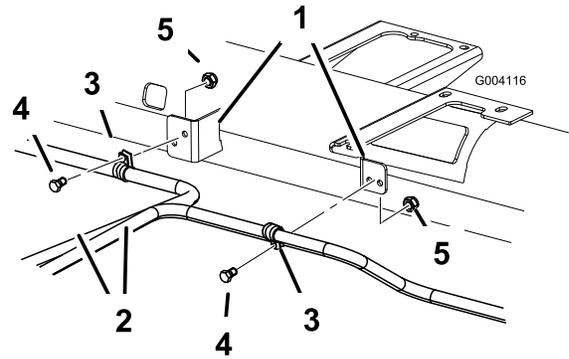

Figura 13
1. Instale las abrazaderas en R retiradas anteriormente usando 2 pernos y contratuercas para sujetar los tubos hidráulicos al bastidor de la máquina, según se muestra en Figura 13.